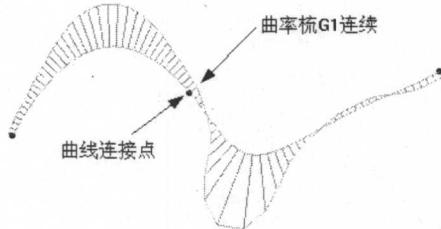

图1-9 曲率的变化率连续
- 曲率的变化率连续：通常称为 G3 连续。对于曲线的曲率变化率连续，要求曲线具有 G2 连续，并且要求曲率梳具有 G1 连续，如图 1-9 所示。对于曲面的曲率变化率连续，同样要求具有 G2 连续，并且两个曲面与公共曲面的交线也具有 G3 连续。